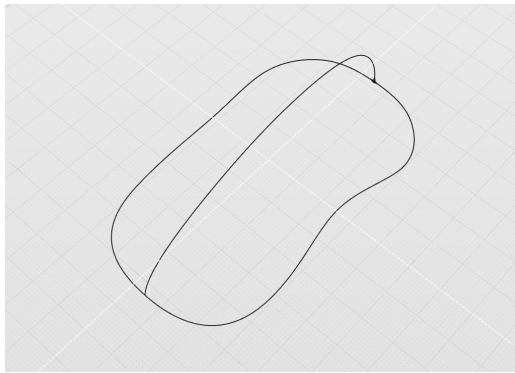

图 5-174 镜像曲线 01
2) 将“曲线 01”基于 X 轴做镜像操作，如图 5-174 所示。